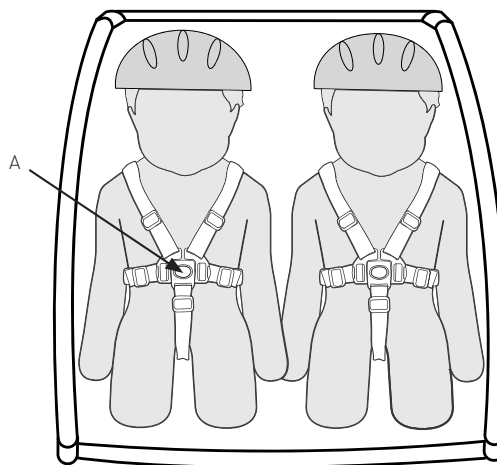

Abbildung 25
1. Vor dem Ein- oder Aussteigen Ihres Kindes die Feststellbremse ziehen. Nach dem Einsteigen angurten und den Gurt entsprechend einstellen. Die Schulter- und Beckengurte im 5-Punkt-Gurtsystem einrasten lassen und so einstellen, dass sie fest sitzen (Abbildung 25). Straffen und den Beckengurt bzw. die Beckengurte entsprechend festziehen, sodass das Kind abgesichert ist.